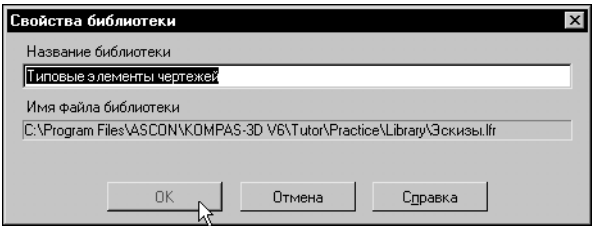

Рис. 65.23. Диалог **Свойства библиотеки**
- 1.5. В появившемся диалоге введите в поле **Название библиотеки** *Типовые элементы чертежей* (рис. 65.23).